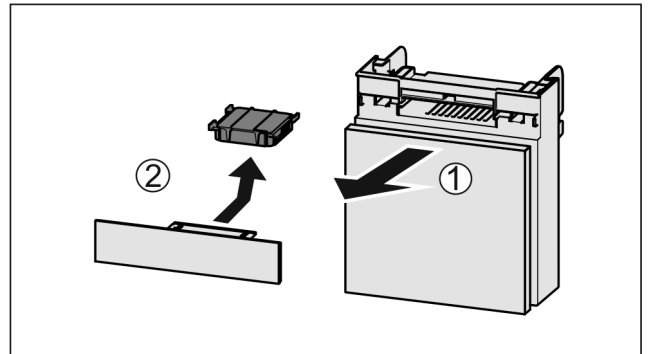

Fig. 157
- ▶ Extraire le compartiment par l'avant Fig. 157 (1).
- ▶ Sortir le filtre à charbon actif Fig. 157 (2).